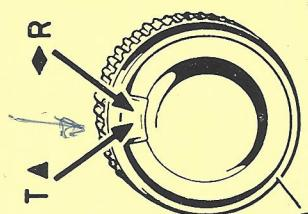
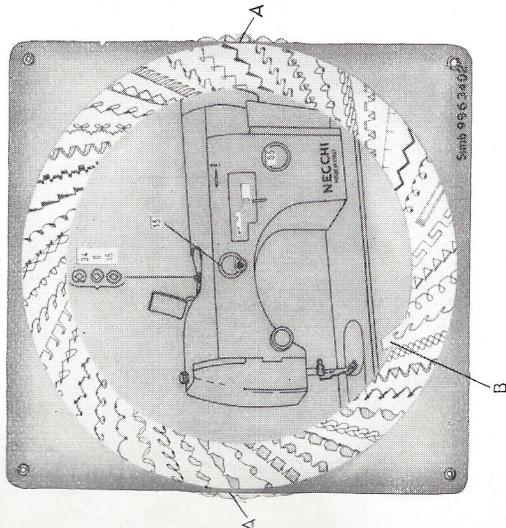

Fig. 64
Fig. 63
- Mover la palanca « L » (fig. 63) hacia la izquierda,
- Correr la palanca « L » (fig. 63) a la izquierda, abrir la tapita « M » y sacar el grupo de discos o « cames »;
- Girar el botón « A » (fig. 63) hasta que en su ventanita no aparezca el dibujo « R » en forma de rombo (fig. 64),